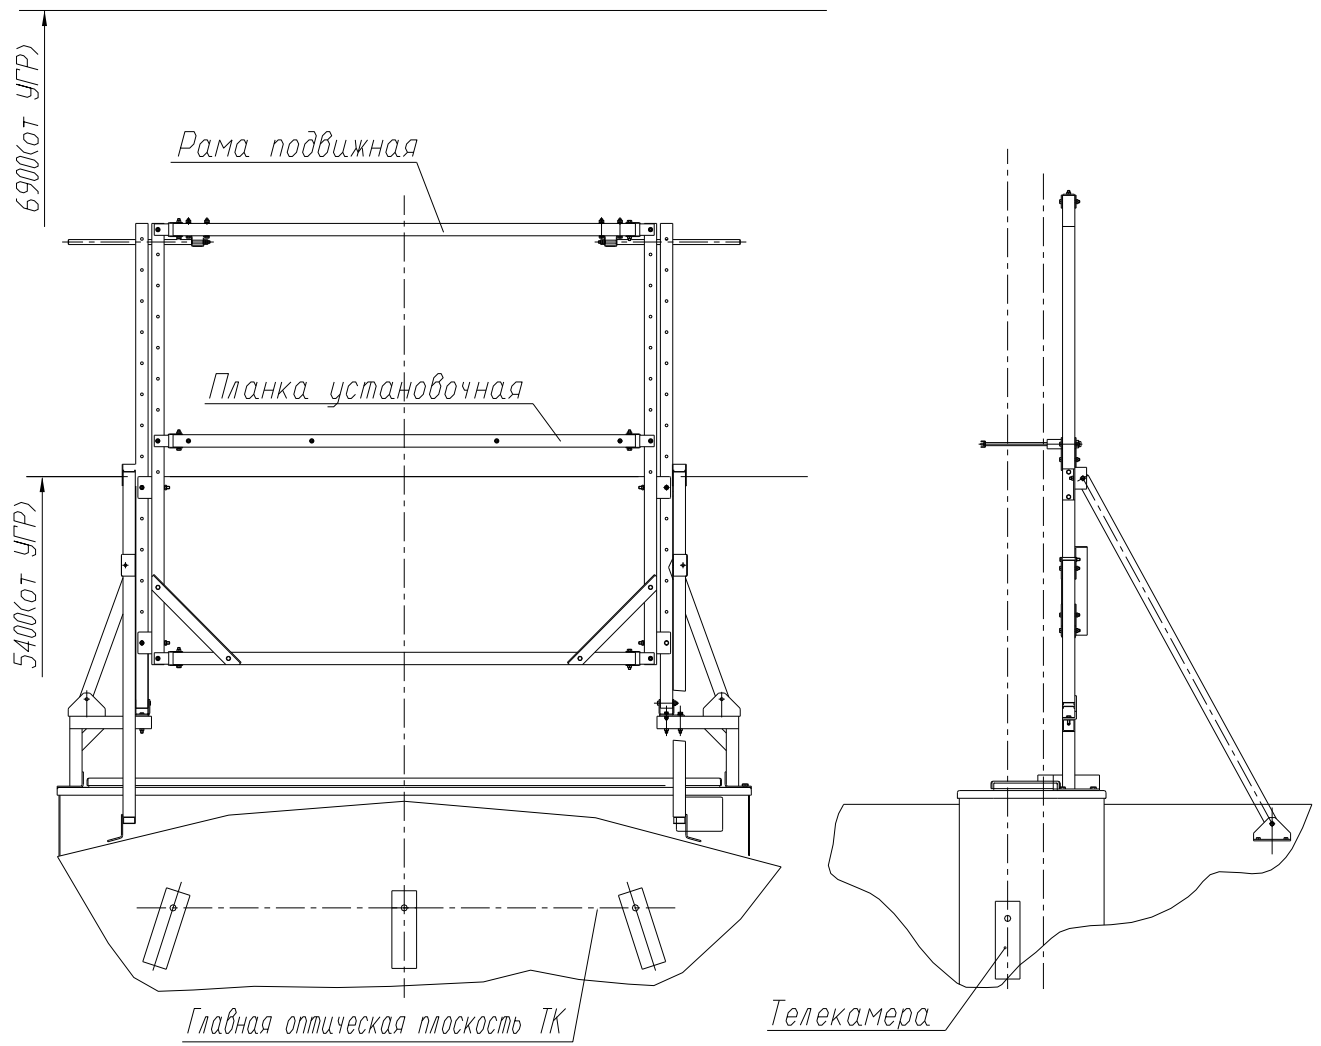

Рисунок 2. Конструкция рамы для калибровки (настройки).
5.3.2. Работы по настройке и калибровке СДСТВС «ВЗОР» требуют установки на коробе рамы с имитаторами КП, которая может храниться на крыше вагона в разобранном состоянии. Конструкция рамы приведена на Рис.2. Порядок сборки и установки рамы дан в Приложении к настоящему РЭ.